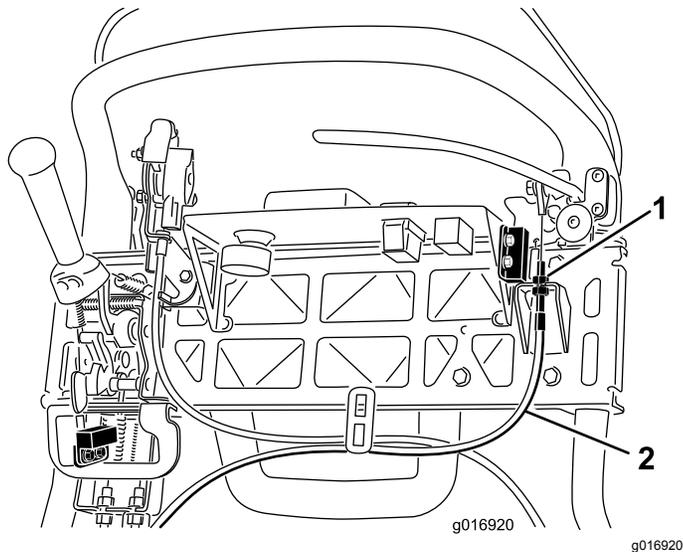

图43
3. 要增加拉线的张力请拧松上部拉线锁紧螺母并拧紧下部拉线锁紧螺母图43直至为了松开手刹锁定装置需要对刹车制动杆手柄施加 156N 的力。